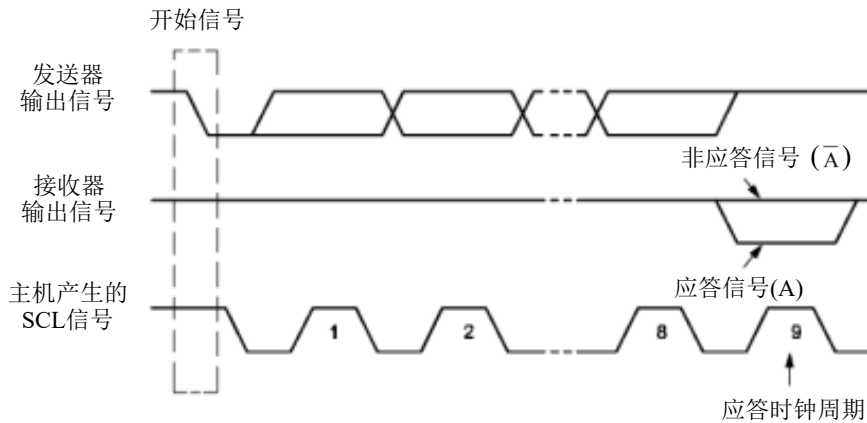

Figure 16-5 IIC 总线的应答信号
**重新开始信号 (Repeated START):** 在 IIC 总线上，由主机发送一个开始信号启动一次通信后，在首次发送停止信号之前，主机通过发送重新开始信号，可以转换与当前从机的通信模式，或是切换到与另一个从机通信。如 Figure16-5 所示，当 SCL 为高电平时，SDA 由高电平向低电平跳变，产生重新开始信号，它的本质就是一个开始信号。
**应答信号 (A):** 接收数据的 IIC 在接收到 8 位数据后，向发送数据的 IC 发出的特定的低电平脉冲。每一个数据字节后面都要跟一位应答信号，表示已收到数据。应答信号在第 9 个时钟周期出现，这时发送器必须在这一时钟位上释放数据线，由接收设备拉低 SDA 电平来产生应答信号，由接收设备保持 SDA 的高电平来产生非应答信号 ( $\bar{A}$ )，如 Figure16-5 所示。所以，一个完整的字节数据传输需要 9 个时钟脉冲。如果从机作为接收方向主机发送非应答信号，这样，主机方就认为此次数据传输失败；如果是主机作为接收方，在从机发送器发送完一个字节数据后，发送了非应答信号，从机就认为数据传输结束，并释放 SDA 线。不论是以上哪种情况都会终止数据传输，这时，主机或是产生停止信号释放总线，或是产生重新开始信号，开始一次新的通信。开始信号、重新开始信号和停止信号都是由主控制器产生，应答信号由接收器产生，总线上带有 IIC 总线接口的器件很容易检测到这些信号。